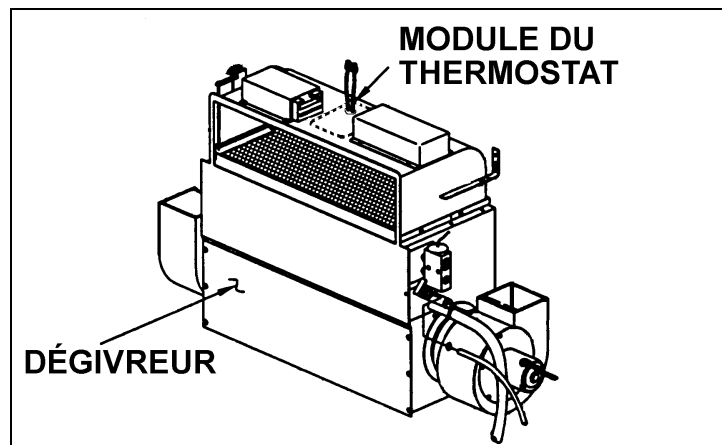

FIGURE 2: MODULE DU THERMOSTAT
2. Déconnecter le câblage du module du thermostat (voir fig. 2).